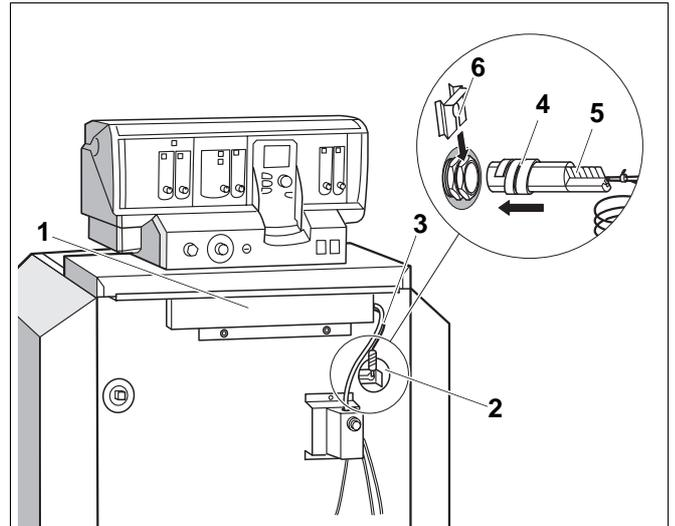

Abb. 12 Kesselvorderseite
- Abdeckung der Kabelnische (Abb. 12, **Pos. 1**) abschrauben.
- Kapillarrohre der Temperaturfühler und, bei Logamatic-Regelung, die Kesselwassertemperaturfühlerleitung unter der vorderen Kesselhaube nach vorne zur Messstelle (Abb. 12, **Pos. 2**) führen. Dabei nur auf Bedarfslänge abrollen.
- Brennerleitung (Abb. 12, **Pos. 3**), unter der vorderen Kesselhaube nach hinten zur Anschlussseite des Regelgeräts führen.
- Temperaturfühler bis zum Anschlag in die Tauchhülse (Abb. 12) einstecken.
- Die Kunststoffspirale (Abb. 12, **Pos. 4**) schiebt sich dabei automatisch zurück. Die Ausgleichfeder (Abb. 12, **Pos. 5**) muss mit in die Tauchhülse geschoben werden.
Fühlersicherung (Abb. 12, **Pos. 6**; Lieferumfang Regelgerät) von der Seite oder von oben auf den Tauchhülsenkopf drücken (Abb. 12, siehe Pfeil).